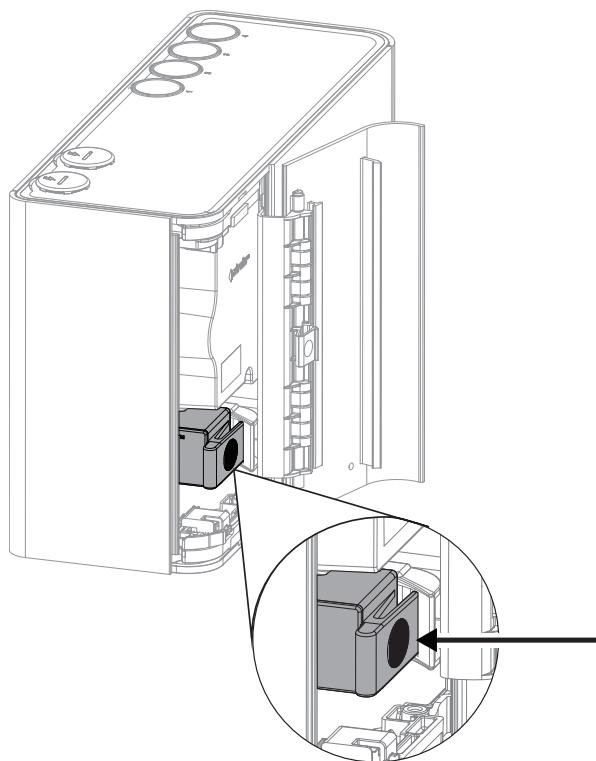

Рис. 7-2: Отсоедините фильтр
2. Надавите на разжимной механизм в направлении, указанном стрелкой (Рис. 7-2).